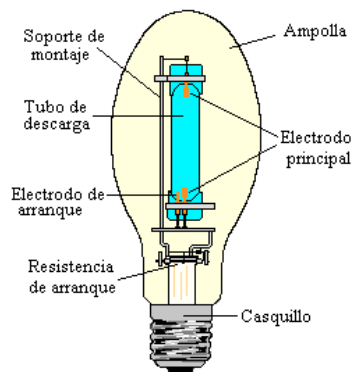

Figura 62. Componentes principales de una lámpara de vapor de sodio.
- Lámparas de vapor de mercurio de alta presión: consisten en un tubo de descarga de cuarzo relleno de vapor de mercurio, el cual tiene dos electrodos principales y un auxiliar para facilitar su arranque. (Ver Figura 62).